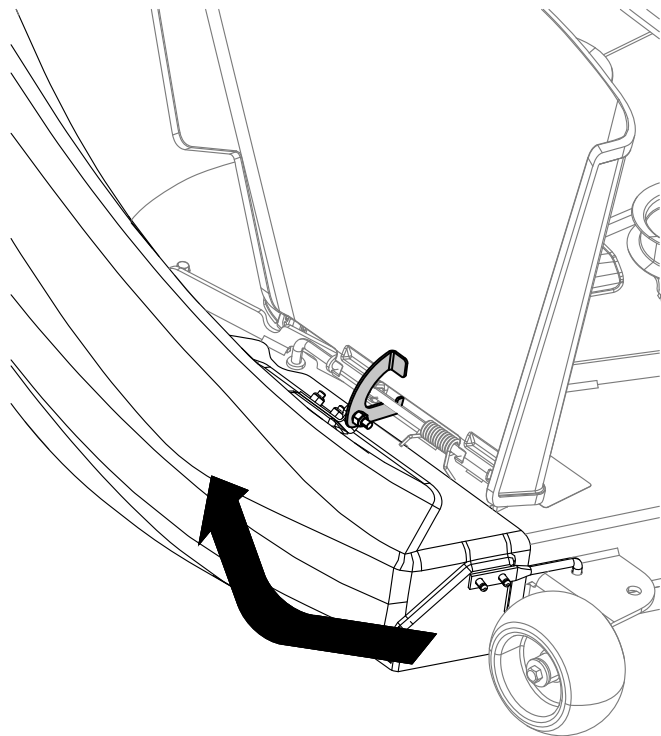

Figura 22
6. En la parte superior del conducto, enganche el cierre con forma de gancho alrededor de la varilla de giro del conjunto del deflector e instale la varilla en el taladro de la carcasa del cortacésped (Figura 22).